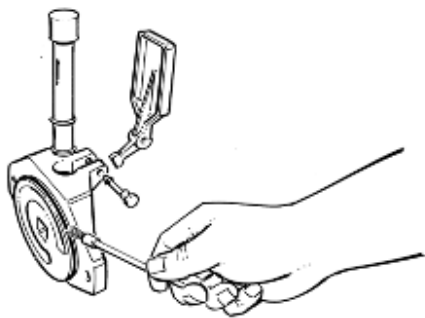

Fig. 21
- Lubrificare accuratamente la guarnizione di tenuta della flangia anteriore (Fig. 21).